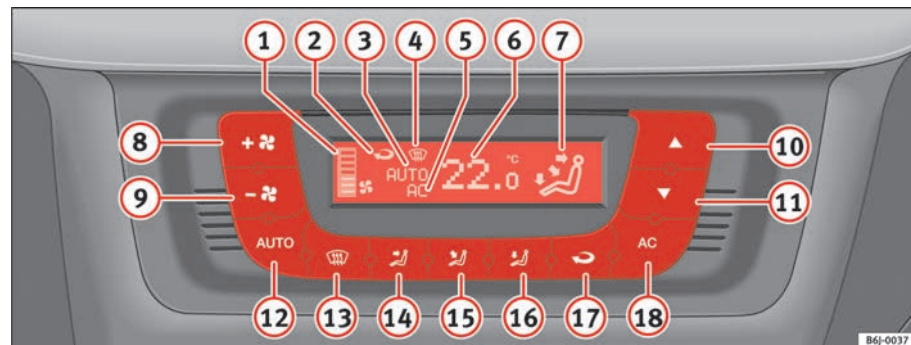

Fig. 90 Mandos del Climatronic en el tablero de instrumentos
- Gire el regulador de la temperatura ⇒ **página 130, fig. 90** **10** para ajustar la temperatura.
- Pulse la tecla **AUTO**. Se visualiza la indicación ⇒ **página 130, fig. 90** **7**.
- Pulse una de las teclas ⇒ **página 130, fig. 90** **(14)** a **(16)** o presione el regulador del ventilador **(8)** y **(9)**. Se apaga la indicación **(3)**.
El ventilador puede ajustarse por medio de las teclas **(8)** y **(9)** ⇒ **página 130, fig. 90**. Si el ventilador está apagado (en la pantalla no se indica ningún nivel **(1)**) y sigue presionando la tecla **(9)**, se apaga el Climatronic. En tal caso aparecerá **OFF** en la pantalla.
- Pulse la tecla **(5)** para conectar o desconectar la recirculación de aire. Está conectada si aparece el símbolo **(5)** ⇒ **página 130, fig. 90** en la pantalla. ►